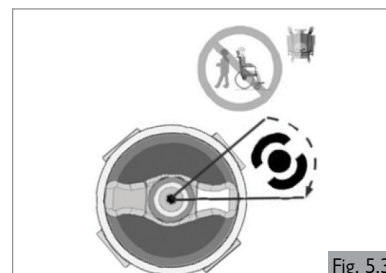
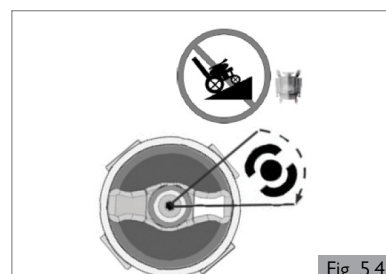

Fig. 5.3
Fig. 5.4
2. Para desengranar los motores (Fig. 5.3 y Fig.5.4). Posición de 'Empuje': Mientras la silla está apagada, coloque la llave de manera que la palanca de la rueda de conducción quede apuntando horizontalmente.